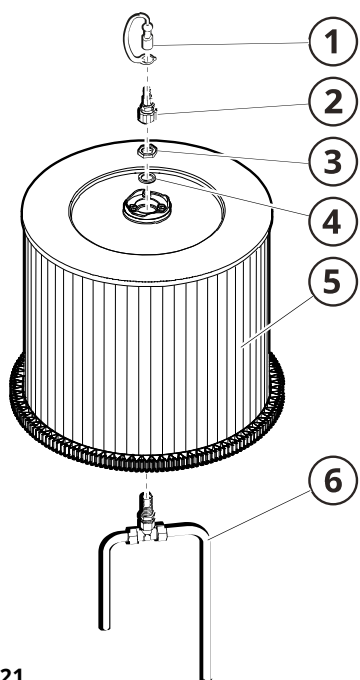
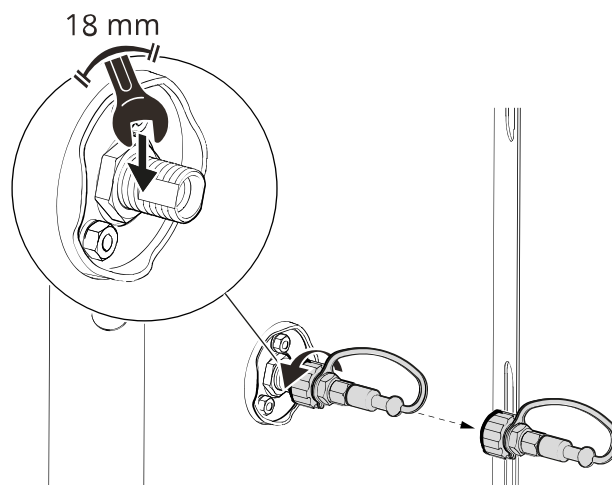
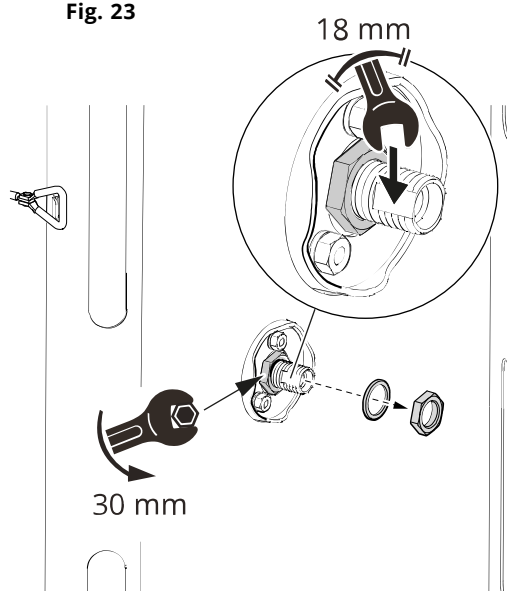

Fig. 21
Fig. 23
Fig. 24
2. Afloje la boquilla de conexión (2, Fig. 21), la tuerca (3) y el espaciador (4) de la boquilla de soplado (6). Consulte el procedimiento en las Fig. 23 y Fig. 24.
1. Instale la boquilla de soplado (6, **Fig. 21**), el espaciador (4), la tuerca (3) y la boquilla de conexión (2) en el nuevo cartucho del filtro.